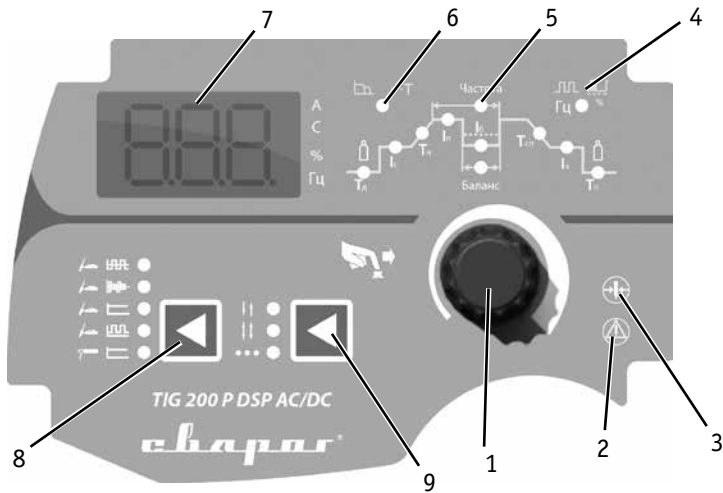

Рис. 7.1. Панель.
8. Выберите кнопкой режим TIG сварки (п. 8, рис. 7.1) в зависимости от необходимых задач и технических требований.
**Если загорается сигнальная лампа (п. 2, рис. 7.1), значит выбран некорректный режим сварки. Отрегулируйте режимы сварки до корректных (см. таблицу 8.2), начинайте сварочный процесс.**